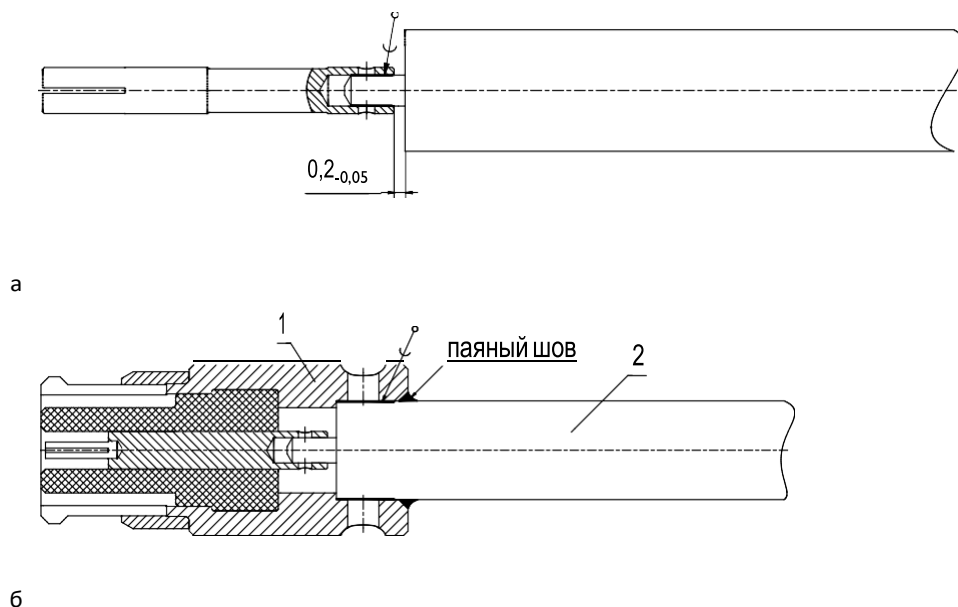

Рис. 35. Пайка гнезда на жилу (а) и установка корпуса на кабель (б)
- 1) Произведите пайку гнезда кабельного соединителя на жилу кабеля (рисунок 35а). Для того, чтобы обеспечить хорошие параметры кабельной сборки, необходимо точно выдержать размер  $0,2_{-0,05}$  мм;